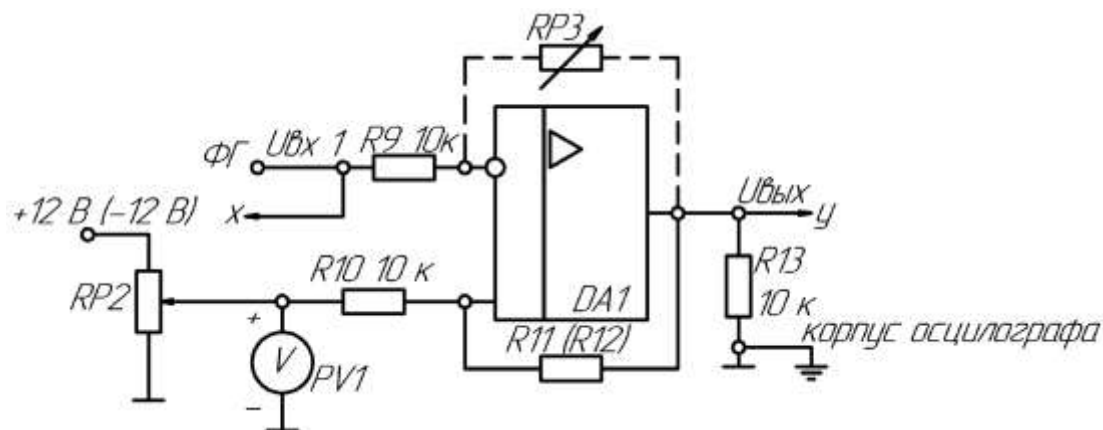

Рис.25
1) Собрать схему двухвходового компаратора с положительной обратной связью согласно рис. 25. В качестве резистора обратной связи применить переключаемый резистор RP3 (10...200 кОм). В качестве опорного напряжения $U_{оп}$ использовать регулируемое постоянное напряжение. На инвертирующий вход подключить функциональный генератор, используя его в режиме синусоидального сигнала "∼";